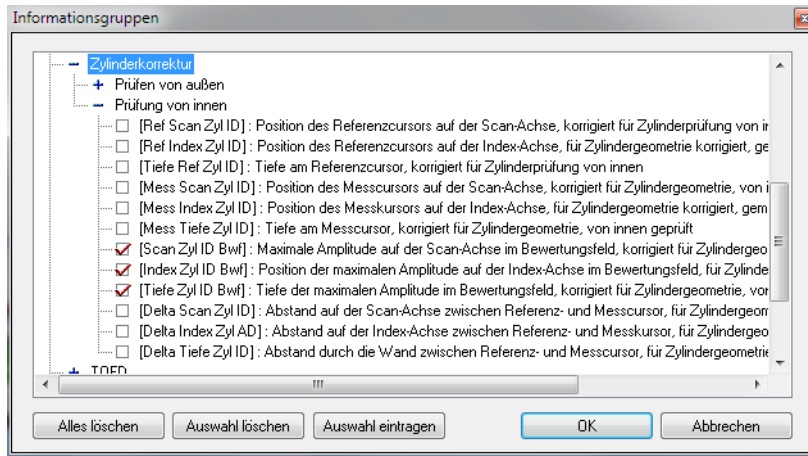

Abbildung 7-72 Auswahl von Parametern für die Prüfung von innen
1. Vergewissern Sie sich, dass zumindest der rote Referenzcursor in der Vk-Vorderansicht (D) angezeigt wird, bevor die Zylinderkorrektur aktiviert wird.
2. Wählen Sie in der Vk-Vorderansicht (D) die zutreffenden Informationsfelder (für AD oder ID-Prüfungen) wie folgt aus:
- a) Klicken Sie in die Vk-Vorderansicht (D), um sie zu aktivieren.
- e) Wählen Sie unter **Zylinderkorrektur** die zutreffenden Kontrollkästchen aus (siehe Beispiel in Abbildung 7-72 auf Seite 438, in dem eine Auswahl an Parametern für ID-Prüfungen gezeigt wird).